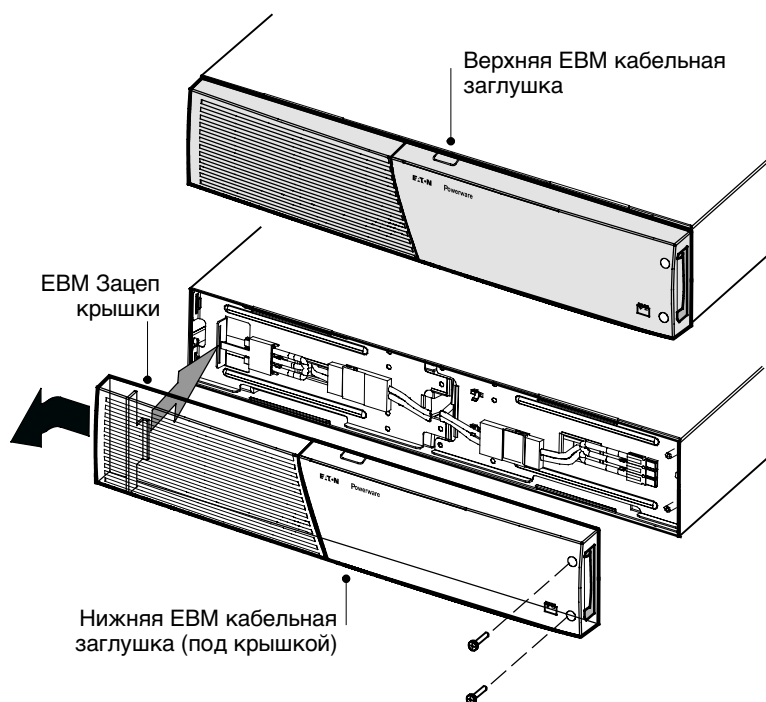

Рисунок 12. Снятие передней ЕВМ крышки
2. Снимите переднюю крышку каждого ЕВМ (см. Рисунок 12).
3. Для нижней части (или только) ЕВМ снимите кабельную заглушку ЕВМ в верхней части передней ЕВМ крышки. Расположение верхней кабельной заглушки Рисунок 12 см. на ЕВМ.
4. Если вы устанавливаете несколько ЕВМ, для каждого дополнительного ЕВМ снимите кабельную заглушку ЕВМ в верхней и нижней части передней крышки ЕВМ. Расположение кабельных заглушек Рисунок 12 см. на ЕВМ.
Перед установкой крышки на место убедитесь, что кабели ЕВМ проложены через заглушки в крышке ЕВМ, затем подвиньте крышку слева направо до соединения с зацепом для крышки в левой части шкафа ЕВМ. Вверните на место два винта с правой стороны передней крышки. Для справки см. Рисунок 12 на странице 16.